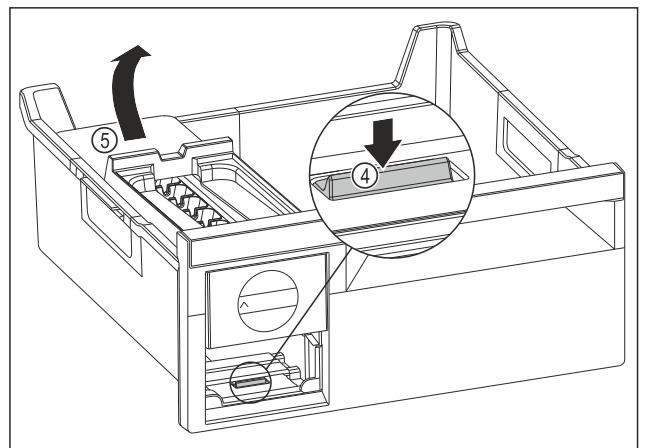

Fig. 141
- ▶ Retirer le corps de l'EasyTwist-Ice : Avec le doigt, pousser la languette Fig. 141 (4) vers le bas tout en soulevant de l'autre main le corps de l'EasyTwist-Ice Fig. 141 (5) depuis l'arrière.